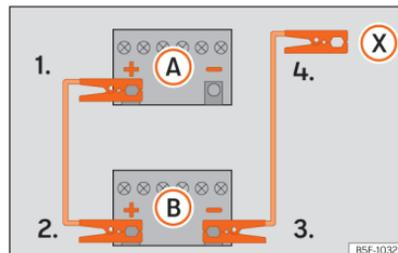

Fig. 160 Esquema de ligação para veículos sem sistema Start/Stop.
2. Ligue uma extremidade do cabo *vermelho* de emergência ao polo positivo (+) do veículo com a bateria descarregada (A).
3. Ligue a outra extremidade do cabo auxiliar de arranque *vermelho* ao polo positivo (+) do veículo que fornece a corrente (B).
4. Veículos sem sistema Start-Stop: ligue uma extremidade do cabo preto de emergência ao polo negativo (-) do veículo que fornece a corrente (B) »» Fig. 160.